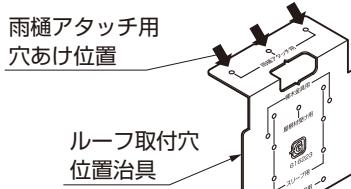

図11-59
- ①ルーフ取付穴位置治具を樋にあて、ケガキ、ドリルで水抜き穴φ36と雨樋アタッチメント取付穴φ3.2をあけてください。(図11-59、11-60参照)